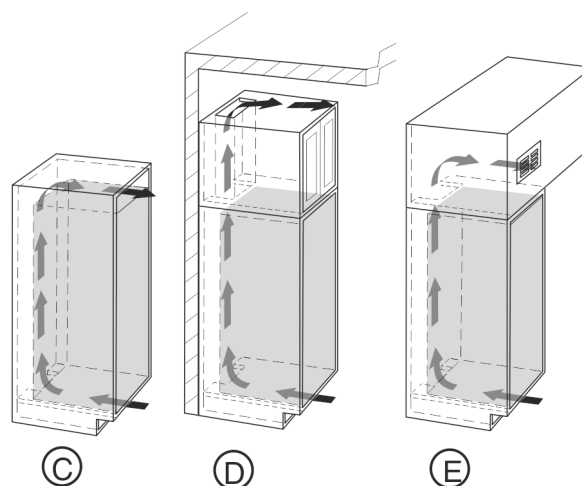

Fig. 4
- L'espace de ventilation du dessus peut être réalisé directement au-dessus de l'appareil avec une grille de ventilation disponible en option Fig. 4 (C), au-dessus du placard Fig. 4 (D) à proximité du plafond ou comme bouche de sortie d'air dans un faux plafond Fig. 4 (E).